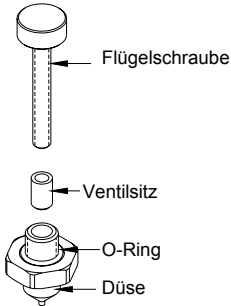

Abb. 4.0
7.4 Austausch des Ventilsitzes (siehe Abb. 4.0)